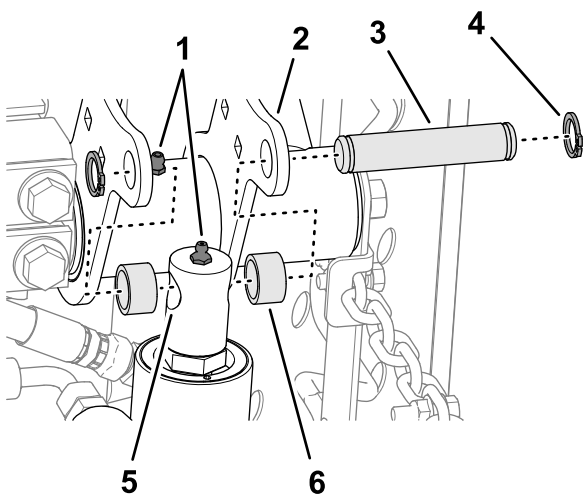

Figura 15
4. Spostate lentamente l'asta del cilindro di sollevamento fino a quando non è allineata con i fori nelle flange del braccio di sollevamento destro (Figura 15).
5. Assemblate l'asta alle flange con il perno di montaggio, 2 distanziali e 2 anelli elastici (Figura 15).
6. Applicate grasso n. 2 a base di litio ai raccordi d'ingrassaggio del braccio di sollevamento e del cilindro idraulico (Figura 15).
1. Allineate i fori nelle piastre del telaio portante posteriore con i fori nelle piastre di montaggio dell'apparato di taglio (**Figura 15**).